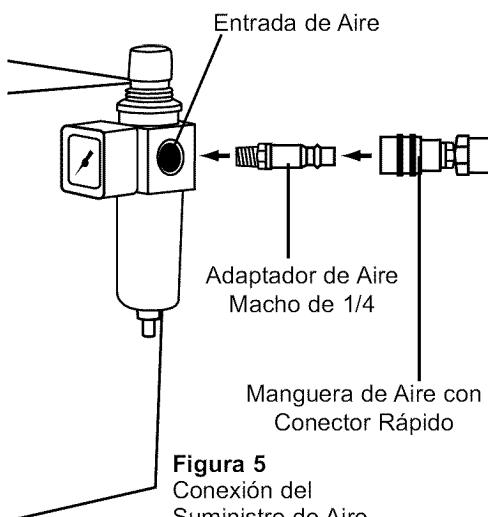

Figura 5
- Fije la manguera de aire (con el conector rápido) al acoplador macho de 1/4 de pulgada. Asegúrese de que la manguera de aire esté completamente insertada en el acoplador antes de soltarla. (Ver Figura 5)